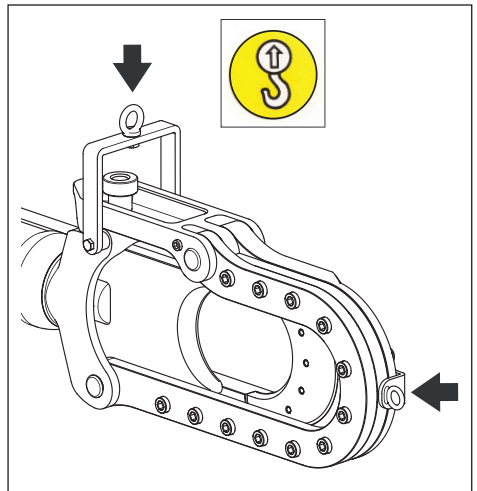

Figura 6, ponto de levantamento do cortador
- Se for necessário mover ou transportar o cortador, use os olhais de levantamento fornecidos. Veja a Figura 6. Use equipamento de levantamento com capacidade de carga adequada.